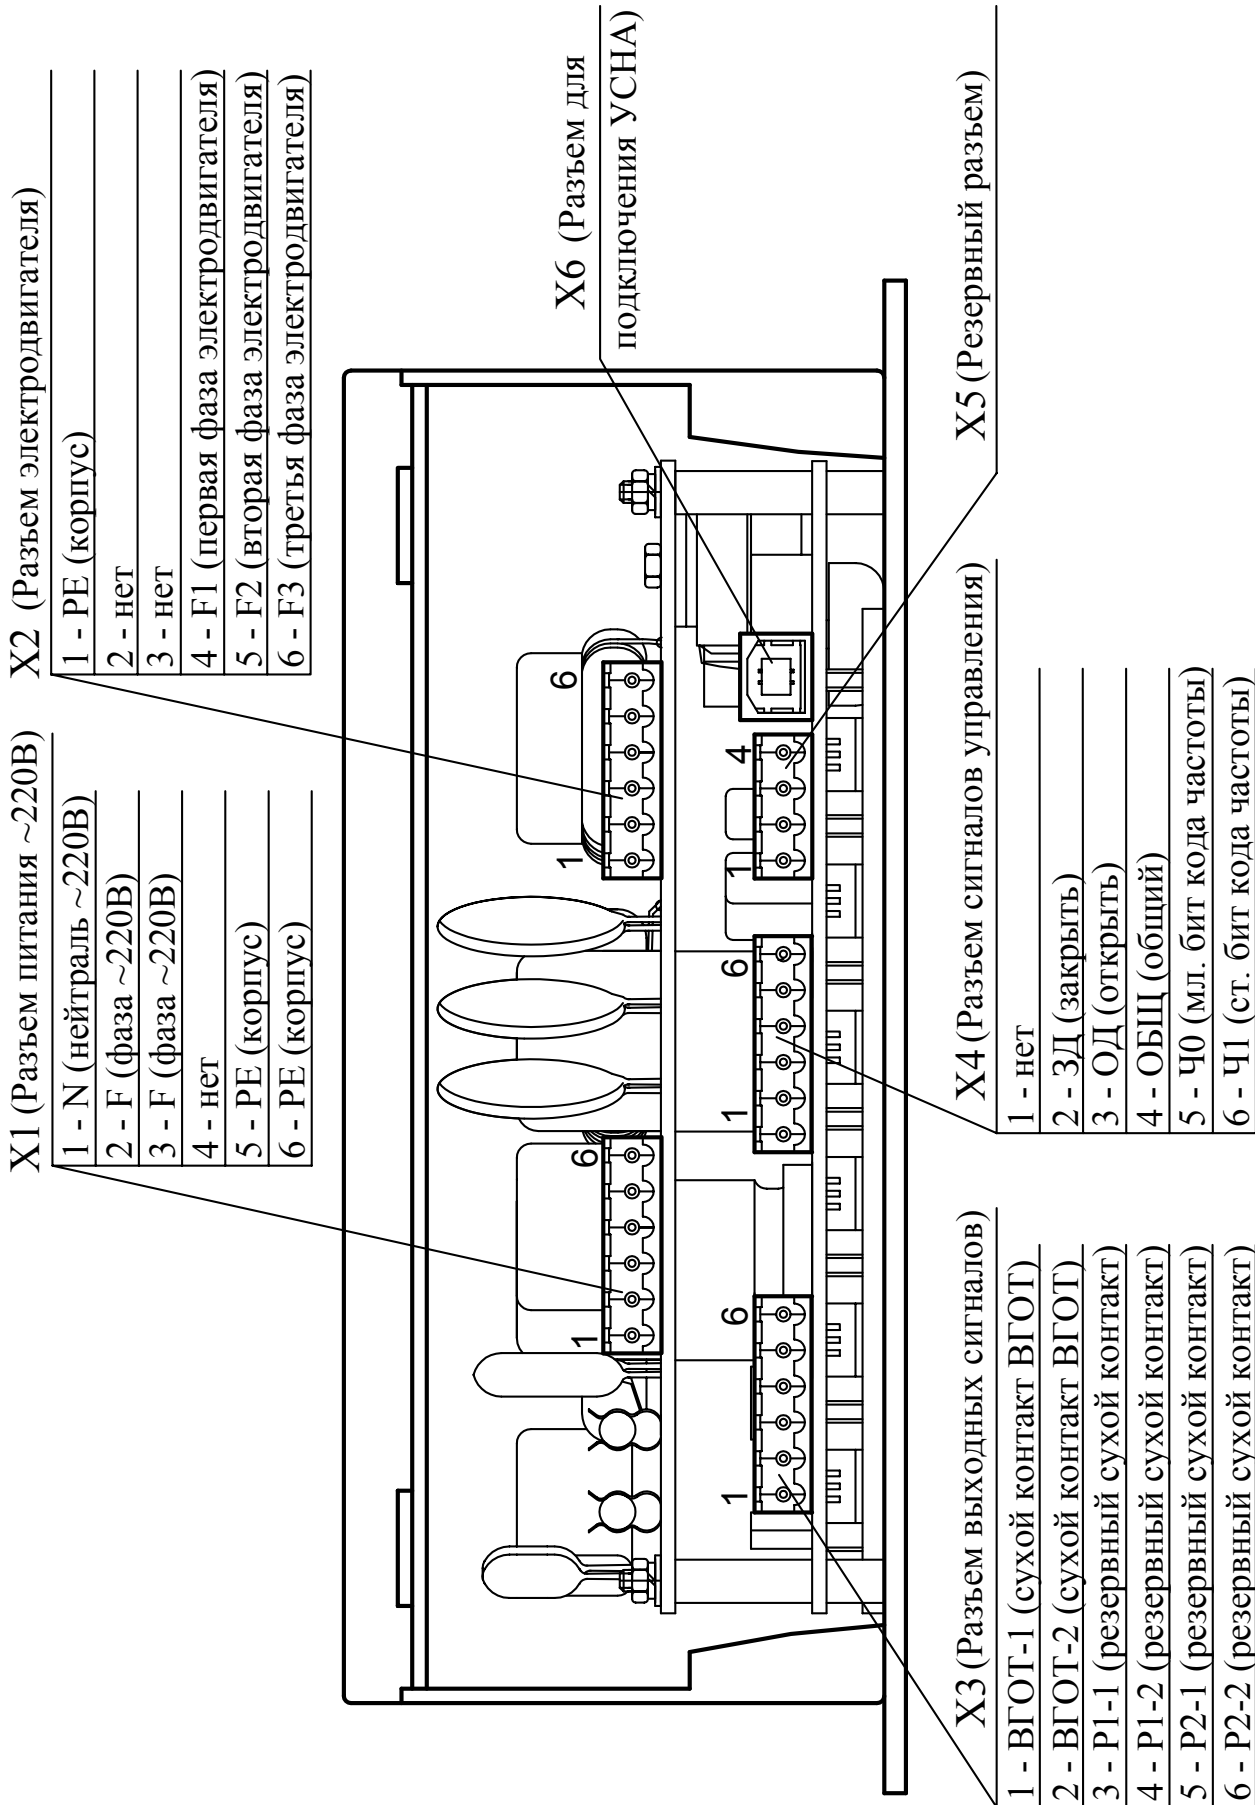

Рис.8. Подключение внешних разъемов БУАД-7-10.
**4.2.** Присоединение *Устройства* к сети, асинхронному электродвигателю и к шине управления осуществляется с помощью разъемных клемников в соответствии с **Рис.8**.
**4.4.** Назначение контактов разъемов на **Рис.8** приведено ниже: